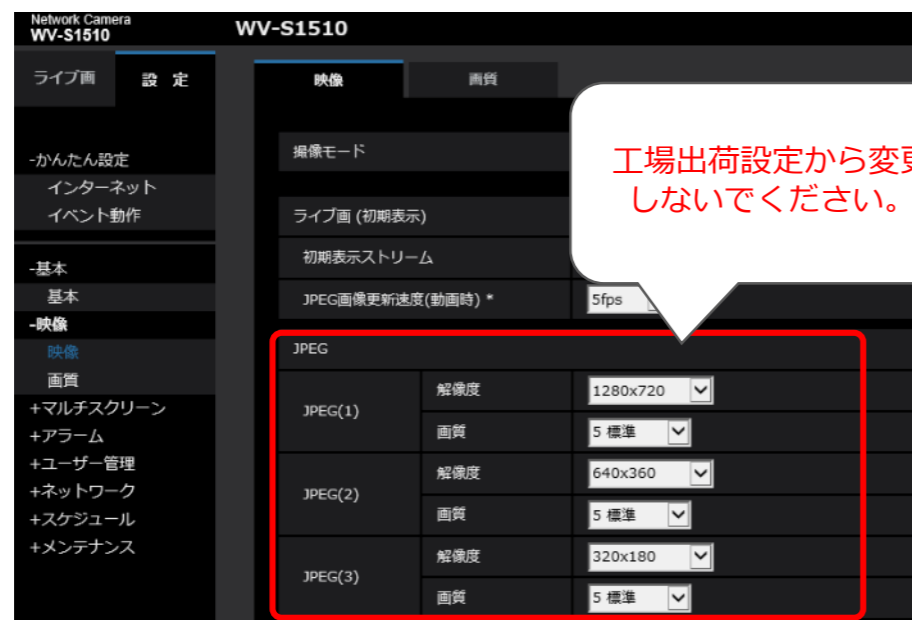

図6 カメラのJPEGの解像度の設定
(1) 映像メニュー内のJPEGの解像度を工場出荷状態から変更しないでください。(図6)